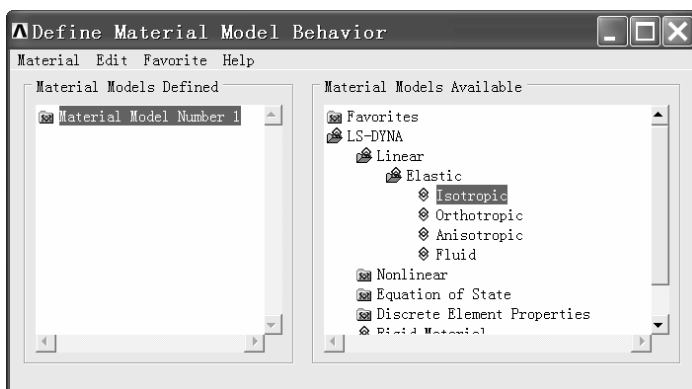
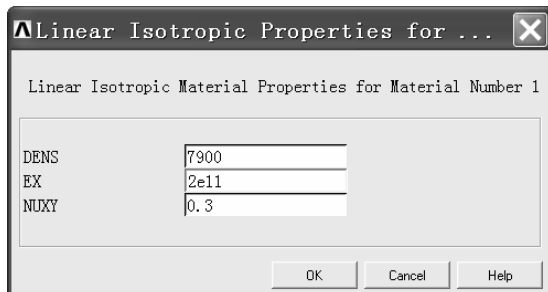

图 3-4 “Define Material Model Behavior”窗口
图 3-5 “Linear Isotropic Properties for...”窗口
(4) 在“Library of Element Types”窗口的左边方框中选中“LS-DYNA Explicit”, 在右边方框中选中“3D Solid 164”, 再单击“OK”按钮返回到“Element Types”窗口。在“Element Types”窗口中单击“Close”按钮。
(5) 依次选择 Main Menu>Preprocessor>Material Props>Material Models, 弹出“Define Material Model Behavior”窗口(见图 3-4)。单击窗口右边方框中的“LS-DYNA”→“Linear”→“Elastic”→“Isotropic”, 弹出“Linear Isotropic Properties for...”窗口(见图 3-5)。